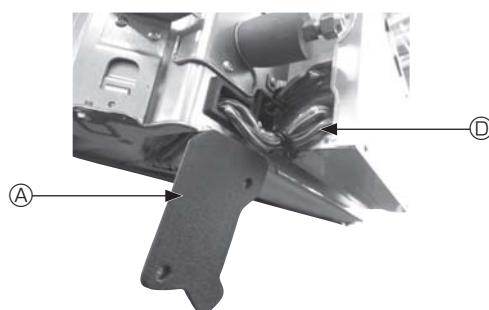

Fig. 4-4
- ① Avlägsna de två skruvarna som håller kabelskyddet på huvudenheten och öppna skyddet.
- ② Dra kablarna från i-See-sensorn och signalmottagaren genom kabelinloppen i elkomponentlådan som visas på bilden och genom dragavlastningen i huvudenheten. (Fig. 4-4)